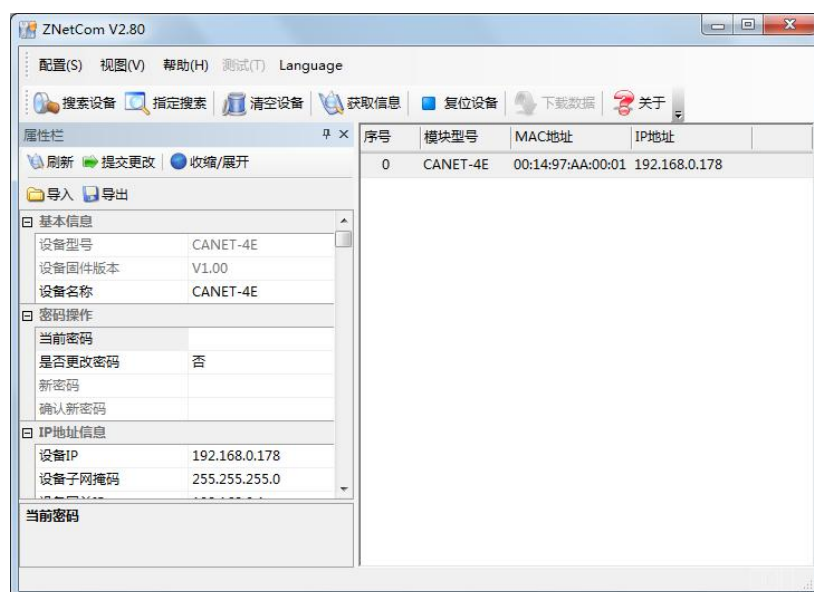

图 4.1 ZNetCom 软件运行界面
3. 双击运行 ZNetCom 软件（如果是 WIN7 以上系统，需要右击，以管理员身份运行），出现如图 4.1 所示界面。